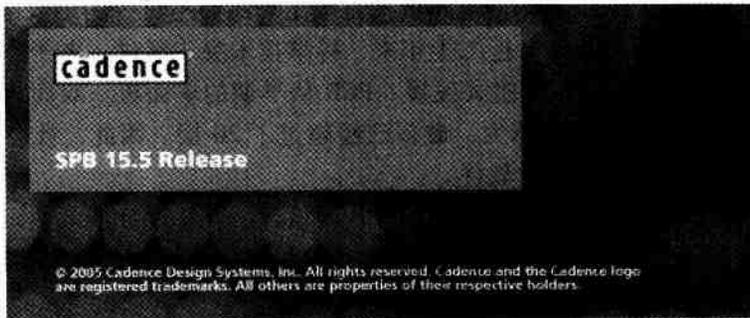

图 1-1 Allegro 安装界面
2) 将安装光盘“Disk1”放入光驱，安装程序通常会自动启动，弹出如图 1-1 所示的对话框。如果系统没有启动安装程序，可以在软件光盘中找到 Setup.exe 文件，双击程序也可以启动安装。